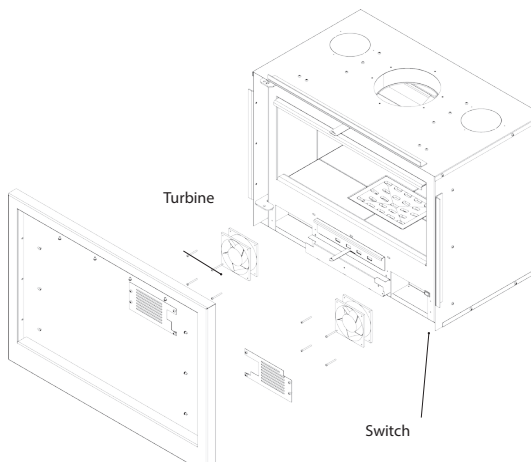
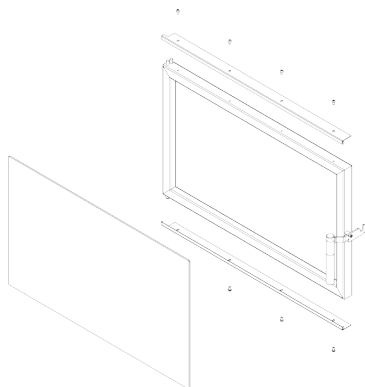

Fig. 2. Cassette RK - méthode de montage des ventilateurs et emplacement de l'interrupteur
Fig. 6. Cassette RK - démontage de la vitre
de la vitre (fig.6), le diagramme de retrait et de remplacement de la porte (fig.7-12) Le revêtement et le remplacement de l'Acumote (fig.13-14) se trouvent à la fin de ce manuel. Les instructions montrent également comment retirer les ventilateurs (Fig. 2).
FRAM GmbH recommande de mettre le commutateur sur (1) lors de la mise à feu dans la cassette en raison de l'emplacement du capteur (la température de 50°C n'est obtenue que lors d'une mise à feu intense). La cassette ne doit pas être utilisée sans alimentation électrique. (Figure 2)